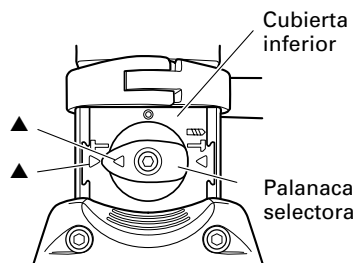

Fig. 7
(1) Cambio a "martilleo"
- (b) Alinee ▲ de la palanca selectora con ▲ del lado T de la cubierta inferior, como se muestra en la Fig. 7.